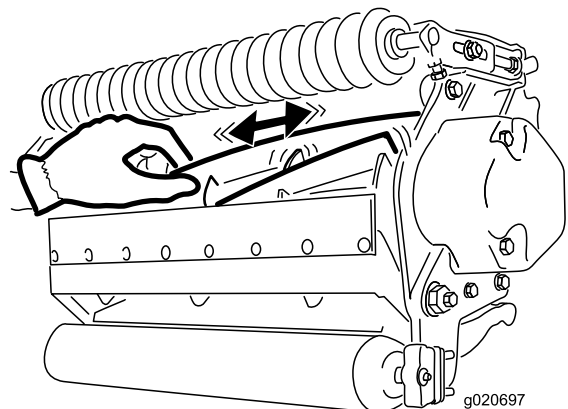

Figura 32
2. Usando un trapo o un guante grueso, sujete la cuchilla del molinete e intente mover el conjunto del molinete de un lado a otro (Figura 32).